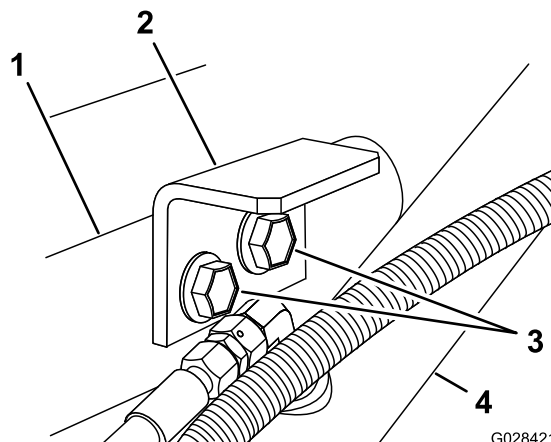

図 9
3. ホールドダウンブラケットを支持ブラケットとフレームに組み付ける; ステップ 1 で外したフランジヘッドボルト2本とフランジロックナットを利用する (図 9)。